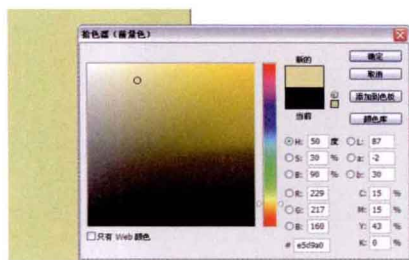

图 1-2
② 在“图层”面板中单击“创建新图层”按钮,建立一个新图层,填充其颜色值为 (R:229,G:217,B:160),效果如图 1-2 所示。